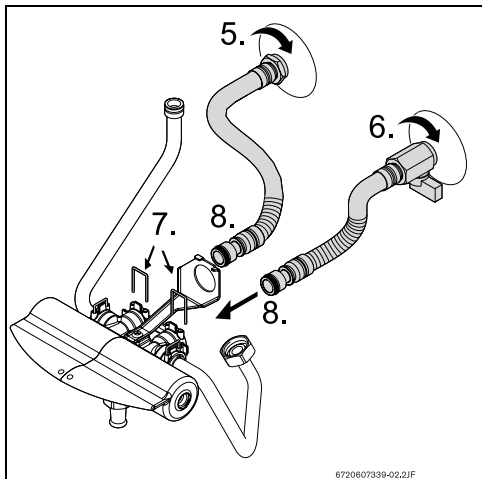

Bild 2
- ▶ Warmwasser- (→Bild 2, pos. 5) und Kaltwasser- (→Bild 2, pos. 6) herstellen.
- ▶ Flexible Leitungen am Mischer anschließen (→Bild 2, pos. 7 und 8).